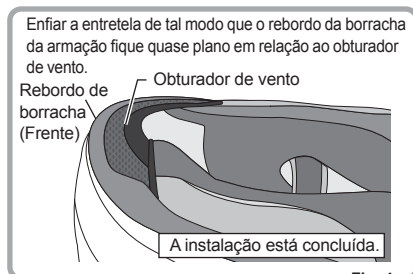

Fig. 4
4. Enfiar a entretela de tal modo que o rebordo da borracha da armação fique quase plano com o Obturador de vento para completar a fixação (Fig. 4).